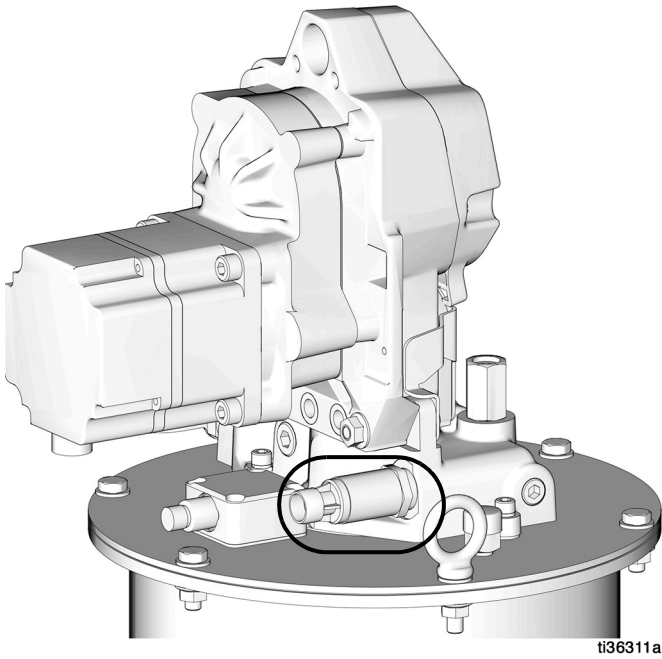

图 23
压力开关 (T) 出厂设置为 3000 磅/平方英寸 (20.7 兆帕, 207 巴) (图 23)。